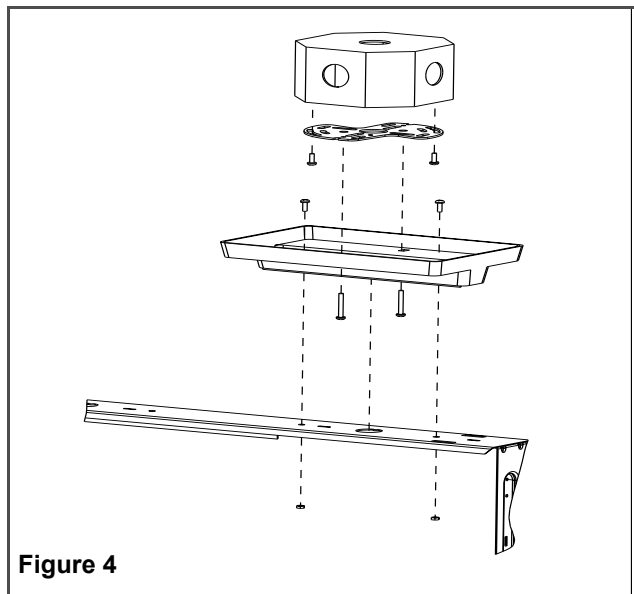

Figure 4
- e. Assembler le pavillon à l'enseigne à l'aide des vis #8-32 x 3/8" et des écrous à rondelle dentée (voir fig. 4).